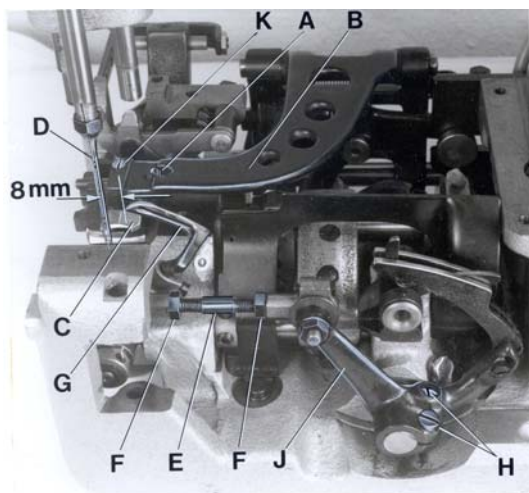
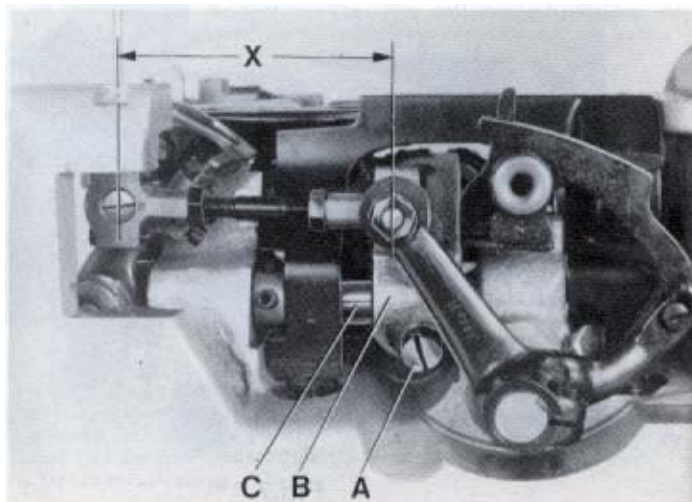
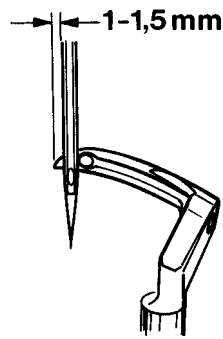
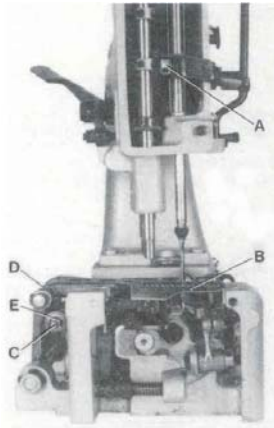

Fig. 3
Fig.4
Fig.5
Fig.6
Remove the presser foot, throat plate and feed dog and on styles 80800H and HA also the needle guard for convenient access to the machine. On styles 80800C, D and E loosen the screw (A, Fig. 3) in the feed bar (B) and push the feed bar needle guard (C) to the rear to avoid its contacting the needle (D).
For the two thread double locked stitch styles 80800C, E, H and HA, set the looper connecting rod (E) so the distance (X, Fig. 4) between the center lines of the two ball joints is 69.8 mm (2 3/4"). The dimension (X, Fig. 4) should be 68.3 mm (2 11/16) on the single thread chain stitch style 80800D. For adjustment loosen the two nuts (F, Fig. 3) and turn connecting rod (E) forward or backward as required to obtain specified dimension, retighten nuts (F).
Rotate the machine pulley in operating direction so that the looper moves from right to left. The looper point should pass as close as possible to the back of the needle without contacting 0.08 to 0.13 mm (.003 to .005") clearance. For adjustment loosen screws (A, Fig. 4) in the looper eccentric fork (B) and turn looper rocker shaft (C) on the looper rocker forward or backward as required. Retighten screw (A).
Quite el pie prensa tela, la placa de la aguja y el diente de arrastre y en las máquinas 80800H y HA también el guarda aguja para tener mejor acceso a la máquina. En los estilos 80800C, D y E suelte el tornillo (A, Fig.3) en la barra de alimentación B y mueva el guarda aguja (C) en la barra de alimentación hacia atrás para evitar que tenga contacto con la aguja (D).
Para las máquinas de dos hilos como 80800C, E, H y HA ajuste la barra del looper (E) para que la distancia (X, Fig. 4) entre los centros de las juntas tenga una distancia de 69,8 mm (2 3/4"). Esta distancia (X, Fig. 4) debería ser 68,3 mm (2 11/16) en las máquinas de un solo hilo 80800D. Para ajustarlo suelte las dos tuercas (F, Fig. 3) y gire la barra (E) hacia adelante o hacia atrás para conseguir la distancia requerida. Apriete nuevamente las tuercas (F).
Gire el volante en sentido de operación para que el looper se mueva desde la derecha hacia la izquierda. La punta del looper debería pasar muy cerca detrás de la aguja sin tocarla – distancia 0.08 a 0,13 mm (.003 a .005"). Para lograr este ajuste debería soltar el tornillo (A, Fig. 4) en la horquilla excéntrica (B) del looper y girar el eje del looper (C) hacia adelante o hacia atrás. Apriete el tornillo (A) otra vez.
Remove the face cover on machine arm. Rotate machine pulley in operating direction until the looper point, moving to the left, projects 1 to 1.5 mm (.040" to .060") left of the needle (see Fig. 5). Lower edge of looper and upper edge of needle eye must be flush in this position. If adjustment is necessary, loosen clamp screw (A, Fig. 6) in the needle bar connection and move the needle bar up or down, as required. Retighten screw (A) and remount face cover.
At highest point of feed dog travel, the feed dog (B, Fig. 6) should be set so, that the rear teeth project their full depth above the throat plate surface. For setting remove the feed dog and adjust the supporting screw (K, Fig. 3) on the top of the feed bar to the required height. Remount the feed dog, and on styles 80800H and HA also the needle guard.
On styles 80800C, D and E stud (C, Fig. 6) for changing the stitch length is accessible from the outside. On styles 80800H and HA the housing for the tape cutter and the rear cloth plate have to be removed for changing the stitch length.
The length of the stitch can be adjusted by raising or lowering the stud (C, Fig. 6) in the segment slot of the feed rocker (D). Lowering stud (C) will lengthen the stitch. After loosening nut (E), stud (C) can be moved accordingly. When the desired stitch length is obtained, retighten nut (E).
The needle guard (C, Fig. 3) has to be set so, that it just contacts the needle at its most forward point of travel, without deflecting it.
On styles 80800C, D and E loosen screw (A, Fig. 3) in the feed bar (B) and adjust the needle guard (C) accordingly. Retighten screw (A).
Remueva la tapa frontal en el brazo de la maquina. Gire el volante de la maquina en sentido de operación hasta que la punta del looper pase 1 a 1,5 mm (.040" a .060") la aguja (vea Fig. 5). En esta posición el borde inferior del looper tiene que encontrarse en el limite superior del ojo de la aguja. Si se requiere ajuste, suelte el tornillo (A, Fig. 6) en la conexión de la barra de la aguja y mueva la barra hacia arriba o hacia abajo como requerido. Apriete el tornillo (A) y ponga la tapa frontal otra vez.
En el punto mas alto del recorrido del alimentador, los dientes del alimentador (B, Fig. 6) deberían sobrepasar la placa de la aguja por la altura completa de los dientes. Para lograr este ajuste remueva el alimentador y ajuste el tornillo de soporte (K, Fig. 3) en la parte superior de la barra de la alimentación a la altura requerida. Monte el alimentador otra vez y en los estilos 80800H y HA también el guarda aguja.
En los estilos 80800C, D y E el perno (C Fig. 6) para cambiar el largo de la puntada se accesa desde afuera. En los estilos 80800H y HA se deben remover la chumacera para el cortador de cinta y la plancha de costura trasera para cambiar el largo de la puntada. Remueva la tapa trasera.
El largo de la puntada se ajusta moviendo el perno (C, Fig. 6) en la ranura del eje oscilante (D). Bajando el perno (C) pone la puntada mas larga y subiéndolo la pone mas corta. Después de aflojar la tuerca (E), el perno (C) se deja mover. Cuando se logra el largo de la puntada deseado, hay que apretar la tuerca (E) otra vez.
Hay que ajustar el guarda aguja (C, Fig. 3) para que toque en su movimiento hacia delante la aguja pero no la desvíe.
En los estilos 80800C, D y E suelte el tornillo (A, Fig. 3) en el soporte del transportador (B) y ajuste el guarda aguja (C). Apriete el tornillo (A) nuevamente.